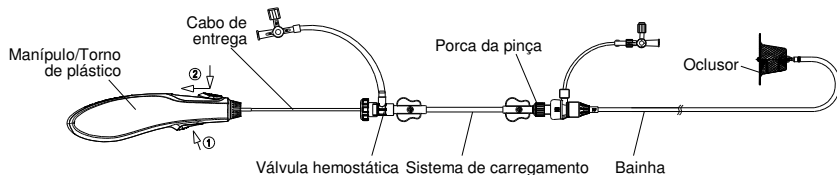

Figura 7. Ilustração da libertação do oclutor
- Mantenha a bainha a tocar no conector do oclutor e depois recue cuidadosamente o cabo até este se separar do oclutor. Finalmente, remova o cabo de entrega e a bainha do doente. (Consulte a **Figura 7.**)